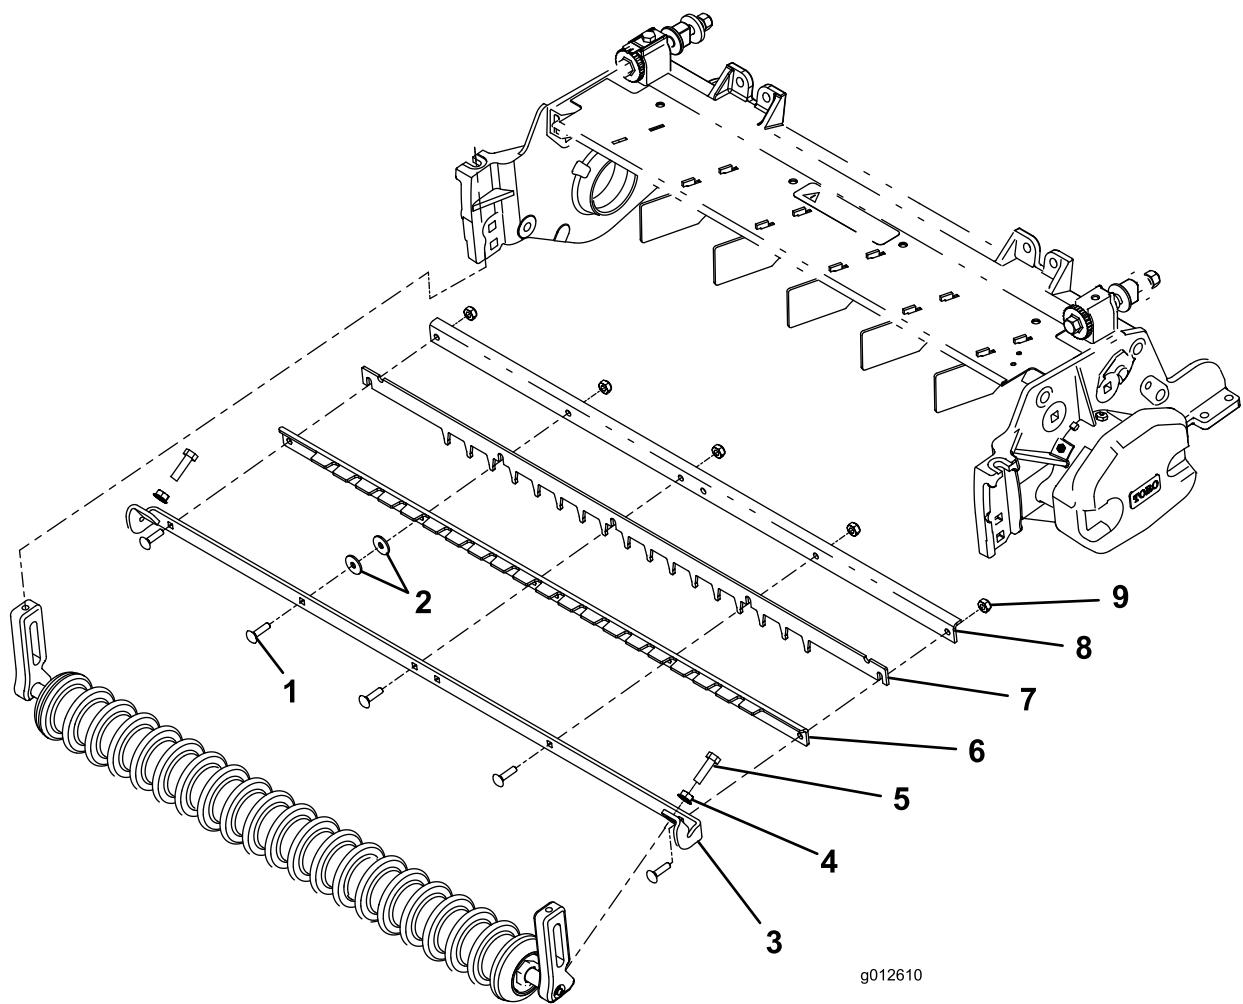

Figura 1
3. Enrosque una tuerca con arandela prensada en cada perno según se muestra en Figura 1.
4. Monte cada extremo del soporte del peine a la parte superior de cada soporte del rodillo con una tuerca con arandela prensada y un perno, según se muestra en Figura 1.
Nota: Si el rascador no es necesario, desmóntelo. Al volver a montar los componentes, introduzca 2 arandelas sobre cada perno como espaciadores entre el soporte del peine y la pletina del peine (Figura 1). Las arandelas se suministran sueltas.